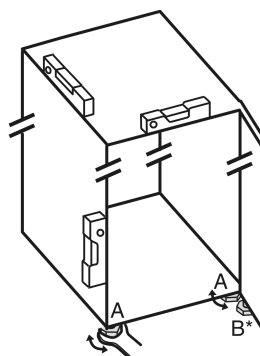

Fig. 4
- ▶ Keerake seadejalgu Fig. 4 (A) kaasasoleva lihtvõtmega ja vesiloodi abil välja, kuni seade on stabiilselt ning horisontaalselt välja joondatud.
► Keerake seadejalga Fig. 4 (B) kaasasoleva lihtvõtmega laagripukist välja, kuni see toetub põrandale.
► Keerake seadejalga Fig. 4 (B) 90° võrra edasi.